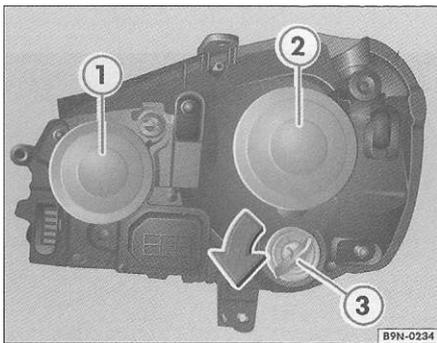

Fig. 128 Vista geral das lâmpadas do farol dianteiro
- Gire o soquete da lâmpada => fig. 128 © no sentido da seta.